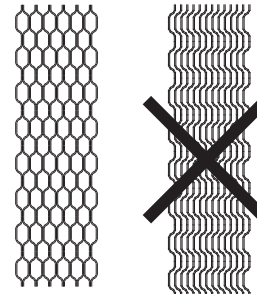

Fig.10
- Quand elles sont correctement disposées, l'empilage des plaques forme un «nid d'abeilles» (Fig.10).